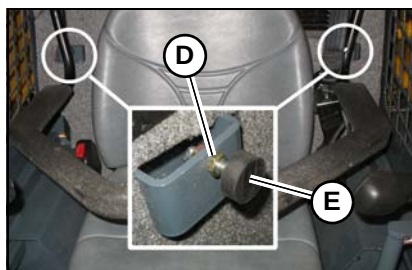

Figura 8 – Regolazione della posizione abbassata della barra di sicurezza
Allentare il controdado (D, Figura 8) e ruotare il fermo di gomma (E) verso l'interno o l'esterno sulla posizione desiderata. Per bloccare il fermo di gomma (E) in posizione, serrare il controdado (D).